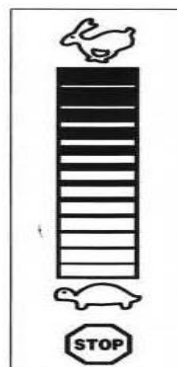

Рис.3
4. Установка ручек управления (Рис.3).
Установите ручки на стержни и закрепите их в правильном направлении (рис. 3).
Регулятор газа расположен на двигателе. Он регулирует частоту вращения двигателя и отключает двигатель при полном нажатии (Рис.3)